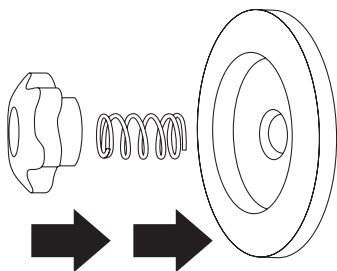

рис. 4
- Открутите фиксатор катушки против часовой стрелки (Рис. 4).
- Для протягивания проволоки по рукаву предусмотрено кнопку над механизмом протяжки (Рис. 4). Протягивание необходимо закончить при выходе проволоки из отверстия горелки на 50–100 мм. Установите назад контактную трубку и сопло на горелку